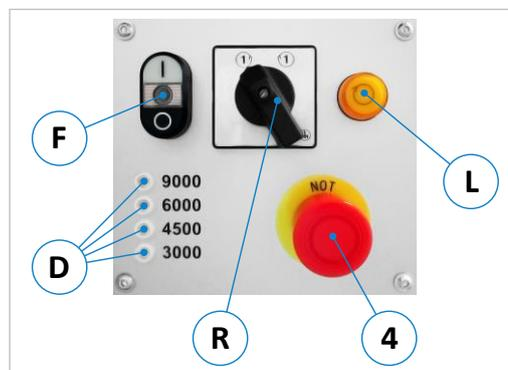

Abbildung 13: Bedienfeld
Nach dem Einschalten des Hauptschalters (1) wird die nach Riemenlage eingestellte Drehzahl über die jeweilige Signallampe (D) angezeigt (siehe ⇒ Abbildung 13). Die Drehzahleinstellung erfolgt gemäß Kapitel ⇒ 11.
Im Gefahrenfall oder bei Störungen im Arbeitsablauf kann die Maschine über die im Bedienfeld (siehe ⇨ Abbildung 13) angebrachte Not-Aus Schlagtaste (4) schnell und zuverlässig stillgesetzt werden.
- Bei laufender Spindel zunächst am Druckschalter (F) auf „O“ drücken, um die Spindel auszuschalten (siehe ⇒ Abbildung 13). Dann ca. 15 Sekunden warten → Motorbremse öffnet sich automatisch.